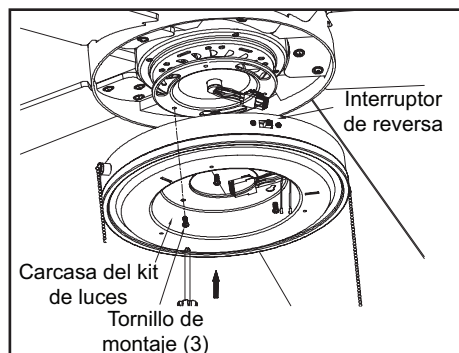

Figura 13
1. Afloja, pero no quites, dos de los tres tornillos de montaje del conjunto motor-ventilador; retira un tornillo de montaje. (Figura 13)
2. Empuja la carcasa del kit de luces hasta el conjunto motor-ventilador de manera que las cabezas de los dos tornillos aflojados encajen en las ranuras tipo ojo de cerradura. Gira la carcasa del kit de luces hacia la derecha y aprieta los tornillos. Vuelve a instalar el tornillo que retiraste en el paso 1 y apriétalo firmemente. (Figura 13)
Este ventilador se envía desde la fábrica con el interruptor de reversa en posición de hacer circular el aire hacia abajo. Si deseas dirigir la corriente de aire en la dirección contraria, apaga el ventilador y espera que las aspas se detengan, luego desliza el interruptor de reversa (ubicado en el lado del ventilador del kit de luces, consulta la Figura 13 de la página 8) hacia la dirección opuesta y luego vuelve a encender el ventilador. Las aspas del ventilador girarán en sentido contrario e invertirán la corriente de aire.